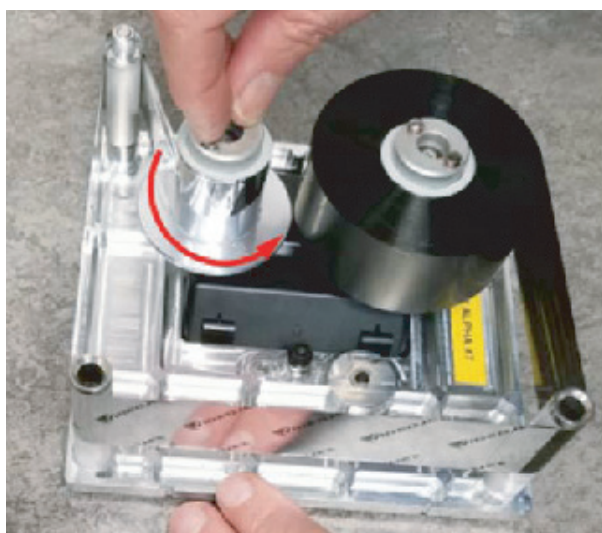

Рис. 4-12: Установка рулона ленты
3. Насадите полную бобину на держатель с черным диском. Моток должен быть расположен таким образом, чтобы лента раскручивалась в направлении, показанном на Рисунок 4-12.